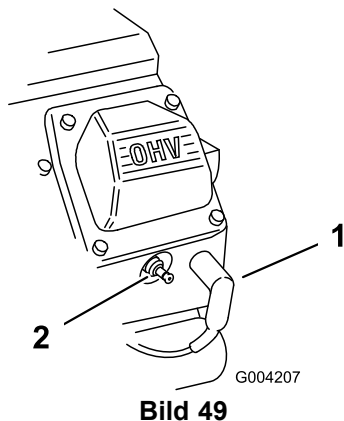

Bild 49
2. Ziehen Sie die Zündkerzenstecker ab (Bild 49).
3. Stecken Sie die Kabel auf die Zündkerzen (Bild 49).